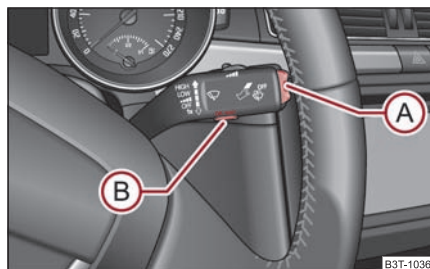

Fig. 27 Display-ul cu informații: Elementele de comandă de pe maneta de acționare a ștergătoarelor
- **MAIN MENU (MENIUL PRINCIPAL)** se activează prin apăsarea tastei basculante **(A)** ⇒ pagina 26, fig. 27 mai mult de 1 secundă.